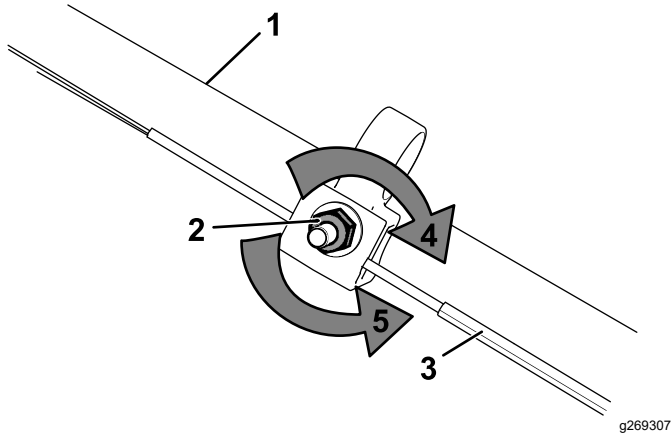

Figure 22
1. Tournez l'écrou de réglage dans le sens antihoraire pour desserrer le réglage du câble (Figure 22).
2. Ajustez la tension du câble (Figure 22) en le tirant en arrière ou en le poussant en avant puis en le maintenant à cette position.